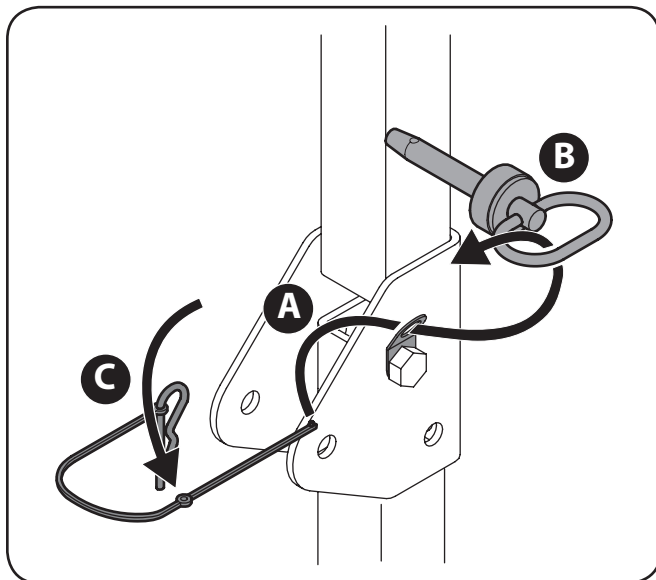

Figure 3-6
7. Installez le cordon en nylon comme indiqué à la Figure 3-6. Fixez solidement le cordon en nylon à la goupille de retenue et à l'axe de chape.